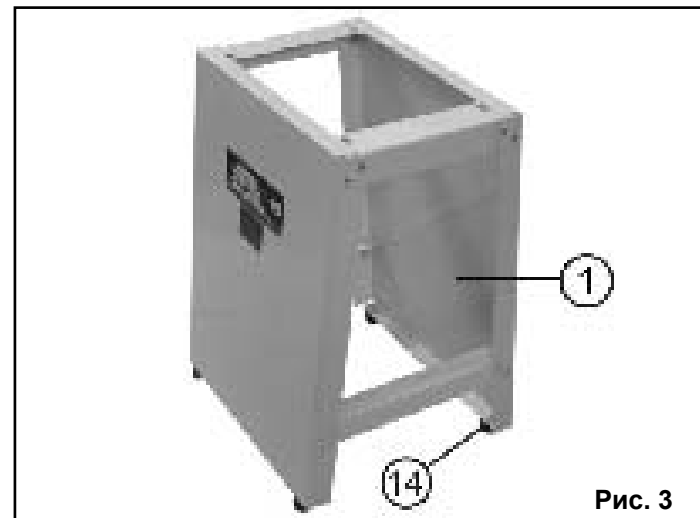

Рис. 3
8.1.3. Установите четыре резиновые подушки (14) на основание (1), Рис.3.